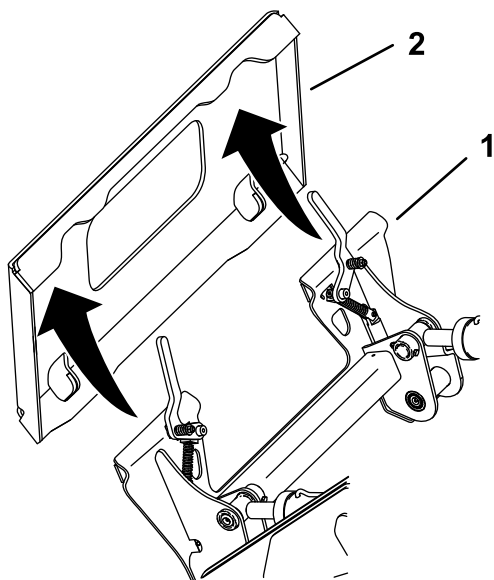

Рисунок 28
5. Вставьте монтажную пластину под верхнюю кромку установочной пластины навесного оборудования (Рисунок 28).